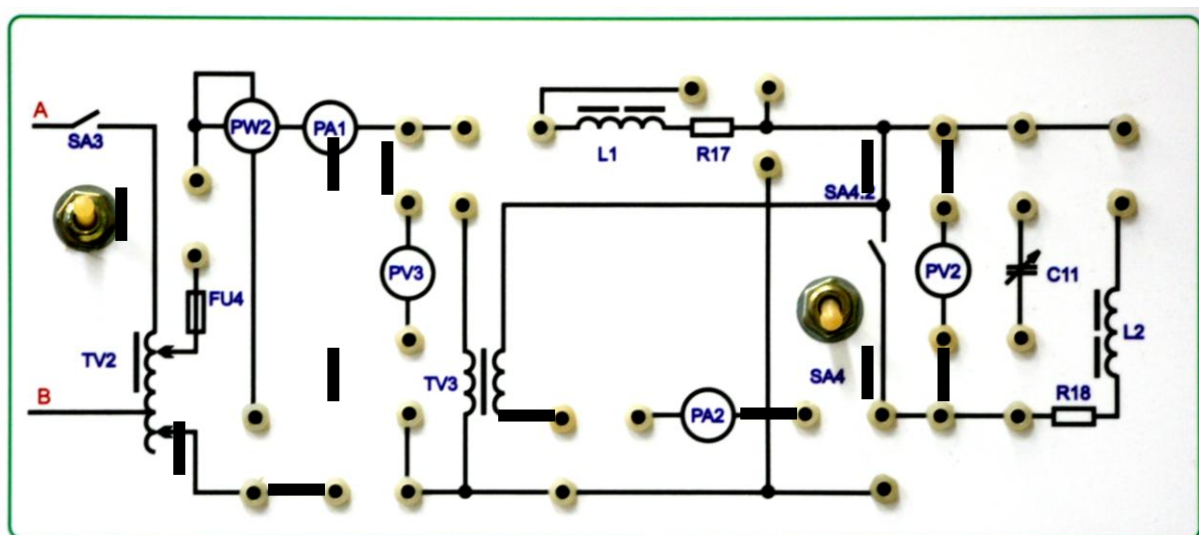

Рис. 2. Схема при ємнісному навантаженні
**2. ДОСЛІДЖЕННЯ ТРАНСФОРМАТОРА ПРИ ЄМНІСНИЙ НАВАНТАЖЕННЯ.** Зібрати схему рис. 2. ЛАТР у положенні 0. Встановити величину ємності, що дорівнює 4мкФ, а напруги ЛАТРа дорівнює 220 В, і включити тумблер SA3. Напруга ЛАТРа регулюється двома перемикачами: лівим кроком 10В і правим кроком 1В. Результати вимірювань занести до табл. 2. Повторити досвід за зміни ємності від 4 мкФ до 32мкФ. Вимкнути SA3. Зобразити схему, що досліджується. За результатами проведених вимірювань розрахувати параметри трансформатора, побудувати зовнішню характеристику та робочі характеристики, побудувати векторну діаграму за максимального струму навантаження.